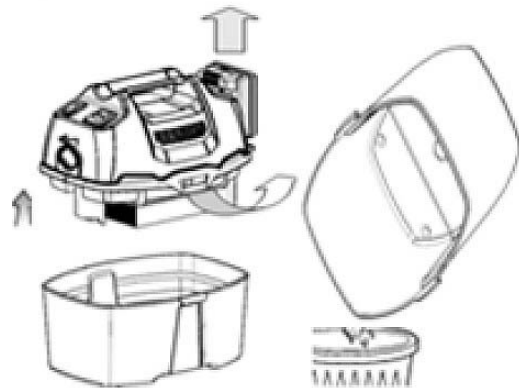

Abb. 15: Öffnen des Schmutzbehälters
Schritt 2: Nehmen Sie den oberen Teil des Behälters ab nachdem Sie die seitlichen Verriegelung geöffnet haben (Abb.15).
Schritt 3: Entleeren Sie den Inhalt des Schmutzbehälters fachgerecht (Abb.15).